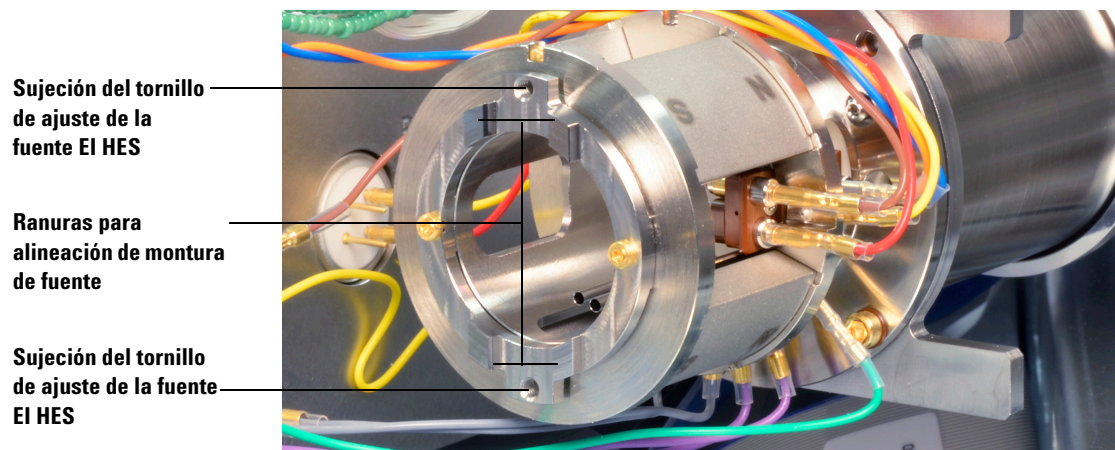

Figura 53 Radiador de la fuente EI HES
- 3 Alinee la fuente de iones de manera que la apertura ranurada de la torre de lentes, donde están visibles los números de las lentes, quede del lado derecho. Asimismo, colóquela de manera que las dos pestañas de sujeción de la montura de la fuente queden alineadas con las ranuras correspondientes del radiador de la fuente. (Consulte la sección Figura 53.) Deslice la fuente de iones en el radiador de la fuente hasta que sienta una resistencia.
- 6 Instale y apriete manualmente los tornillos de la fuente. No apriete los tornillos demasiado. (Consulte la Figura 53 en la página 180.)